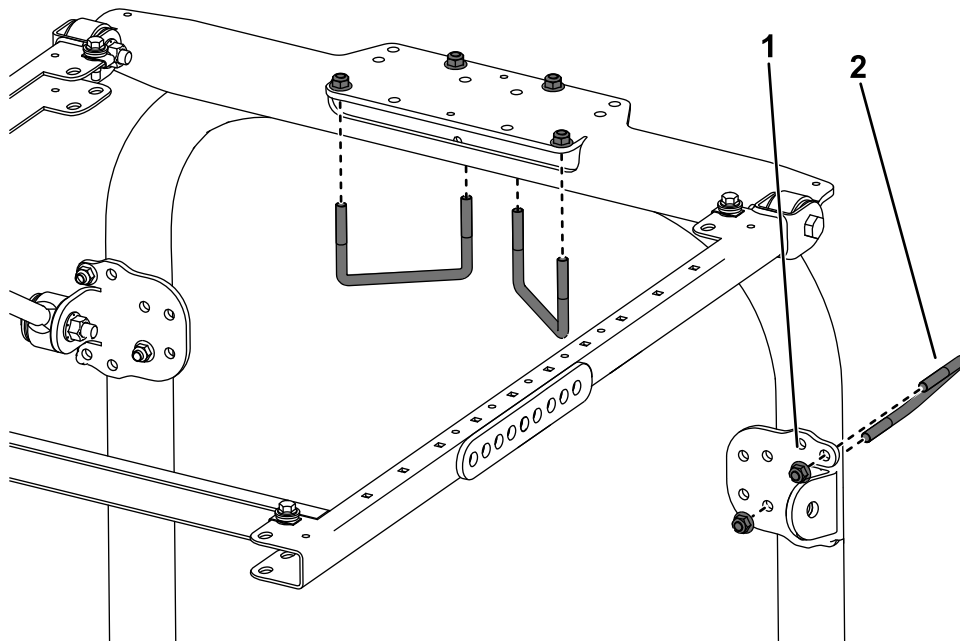

**Figura 42**
1. Coloque los soportes de montaje del ROPS encima de la barra antivuelco de la unidad de tracción (Figura 42). Asegúrese de que la barra antivuelco está centrada en el soporte de montaje del ROPS.
2. Usando los taladros de montaje indicados en la Figura 42, monte el soporte de montaje del ROPS en la parte superior de la barra antivuelco con 2 pernos en U (4-1/2" x 2-3/4") y 4 tuercas con arandela prensada.